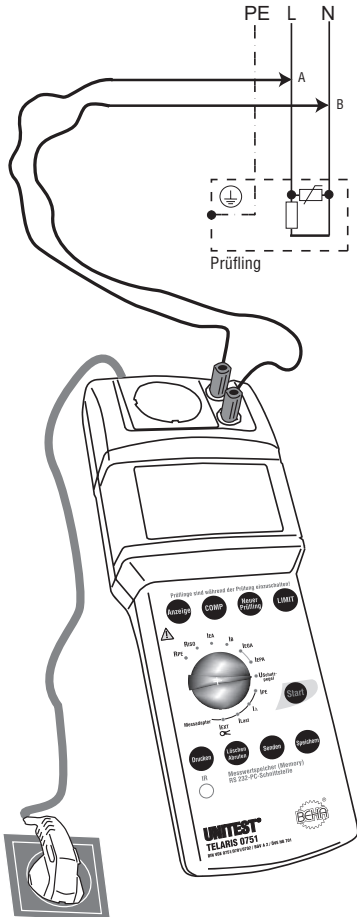

Bild 6.12: Messung des Schutzpegels bei Prüflingen mit Überspannungsableitern zwischen L und N
- ▶ Schließen Sie den UNITEST TELARIS 0751 mit dem Netzanschlussstecker (1) an eine funktionsfähige und ordnungsgemäß angeschlossene Schutzkontakt-Netzsteckdose an.
- ▶ Stellen Sie den Drehschalter 'Messfunktion' (15) auf die Schalterstellung "Uerschutzpegel".
- ▶ Bei Prüflingen, bei denen die Überspannungsableiter zwischen L und N geschaltet sind, verbinden Sie die Phase (L) des Netzeinganges mit der roten Buchse "L/N" (4) und den Neutralleiter (N) mit der blauen Buchse "PE" (5), siehe Bild 6.12.